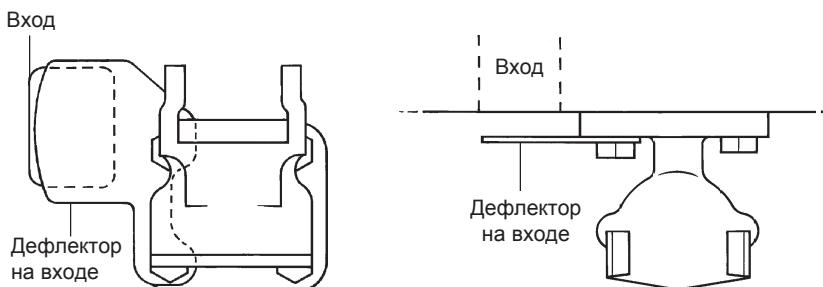

Рис. 10
- Отдайте 4 болта или гайки (7).
- Снимите сборку главного клапана (5) и прокладку (6).
- Установив новую прокладку седла (6), поставьте на место сборку главного клапана (5), включая дефлектор (см. стр.16, рис. 10 и 11).
- Полнотью затяните винты (7) рекомендуемым усилием.